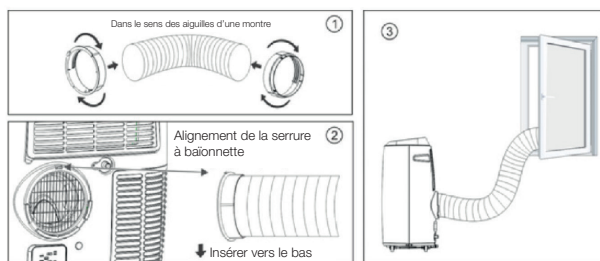

Fig. 9
3. Placez l'autre extrémité du tuyau d'évacuation sur le rebord de la fenêtre (voir Fig.9).